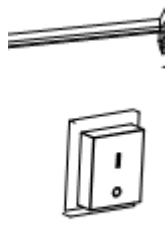

Abbildung 2 =
- a. Schalten Sie den Netzschalter auf Position I und überprüfen Sie, ob der Ventilator richtig läuft. (Abbildung 2)